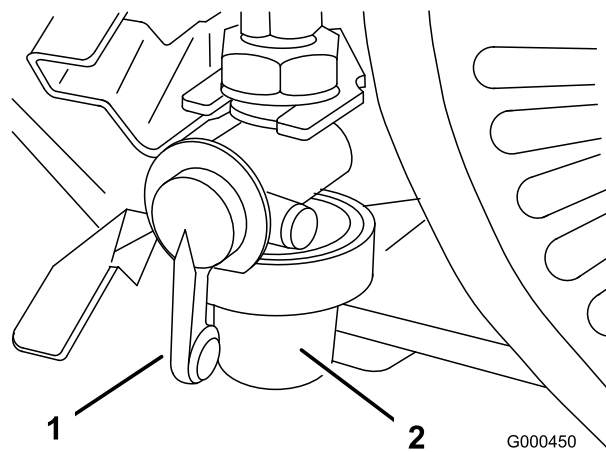

図 25
1. 燃料バルブを閉じて、フィルタのボディーからボウルを外す（図 25）。